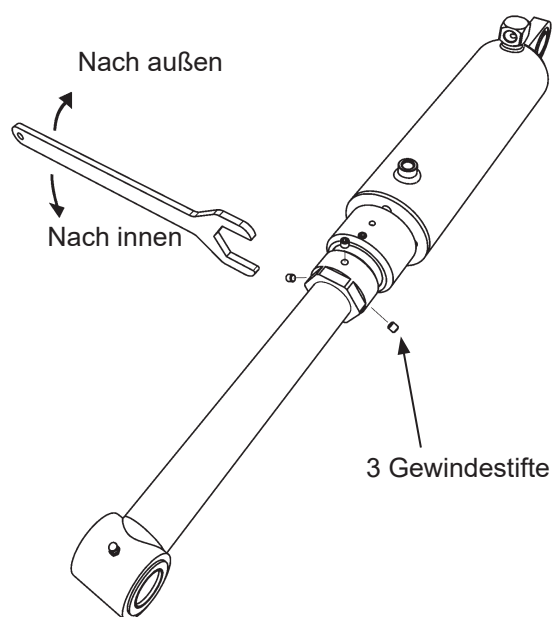

Abbildung 55. Einstellung des Neigungswinkels
- Die drei Gewindestifte am Zylinder der Ladebordwand lösen, Abbildung 55.